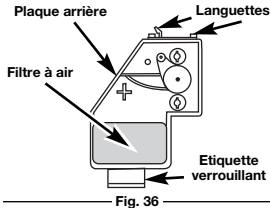

Fig. 36
- Remplacez le filtre (Fig. 36).